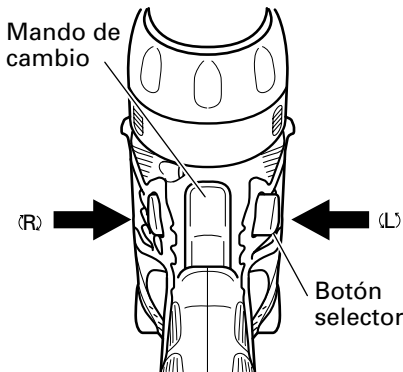

Fig. 20
El lado L (izq.) se usa para hacer girar la broca a la izquierda. (Véase Fig. 20) (Las marcas (L) y (R) están en el botón selector.)